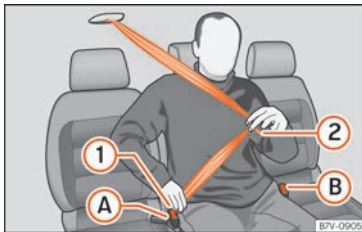

Abb. 14 Sicherheitsgurt am mittleren Sitz in der zweiten Sitzreihe anlegen.
- Gurtband an der Schlosszunge »» **Abb. 14** ① nach unten ziehen. **Den** Gurt nicht verdrehen »» ⚠.
- Schlosszunge ① fest in das zum Sitzplatz gehörende Gurtschloss **(A)** stecken.
- Gurtband an der Schlosszunge »» **Abb. 14** ② über das Becken des Insassen ziehen.
- Schlosszunge ② fest in das zum Sitzplatz gehörende Gurtschloss **(B)** stecken.
• Rote Taste im Gurtschloss drücken »» **Abb. 14 (A)**. Die Schlosszunge springt heraus.
• Rote Taste im Gurtschloss drücken »» **Abb. 14 (B)**. Die Schlosszunge springt heraus.